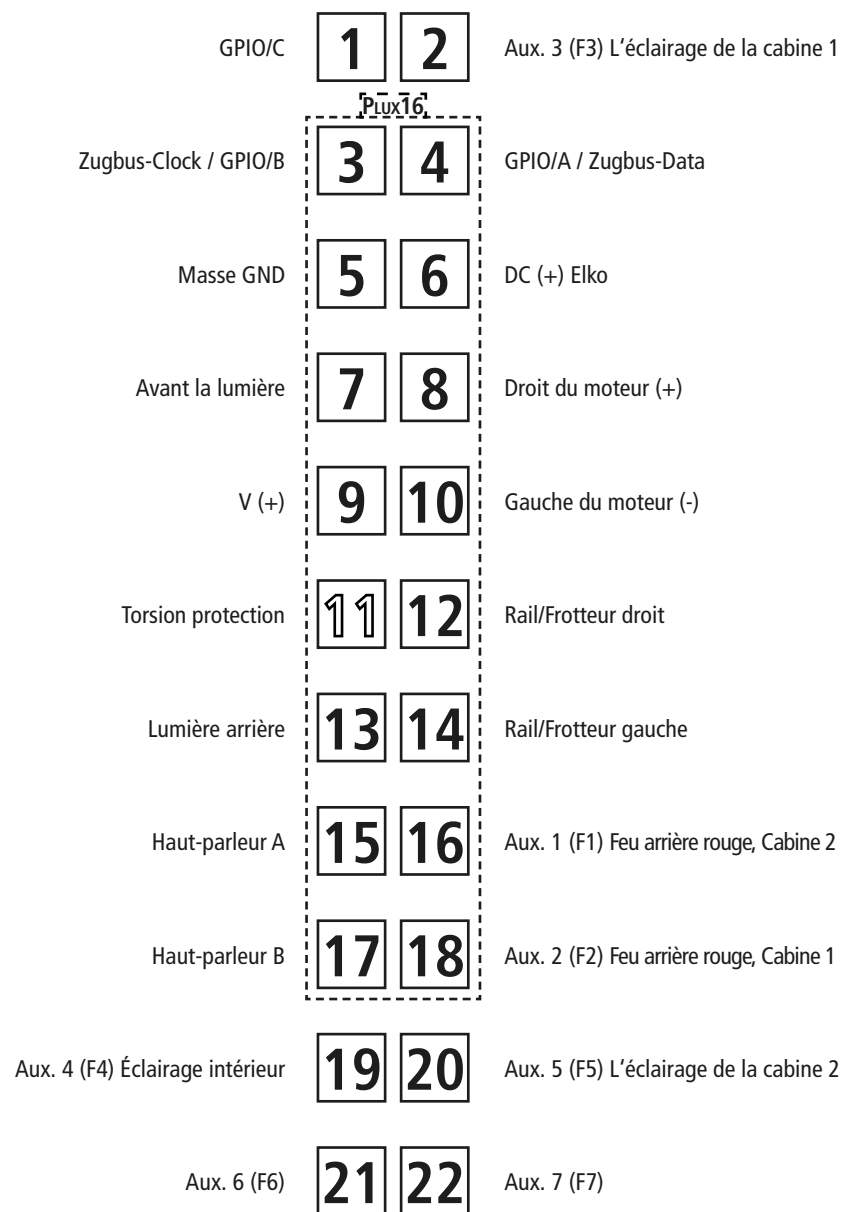

Fig. 6
1. Nettoyage des lames de courant aux roues: Les lames de contacts risquent de s'encrasser rapidement sur des voies poussiéreuses. Veuillez **enlever la poussière** aux endroits marqués à la fig. 6 à l'aide d'un petit pinceau souple. A ces fins démontez d'abord le bogie (fig. 4).
2. Graissage: N'appliquez **qu'une toute petite goutte** aux endroits indiqués par le plan de graissage (fig. 6) après avoir démonté la caisse de la locomotive (fig. 5). Nous vous recommandons **le graisseur à huile Roco réf. 10906**. Pour graisser les engrenages (roues dentées, vis sans fin)